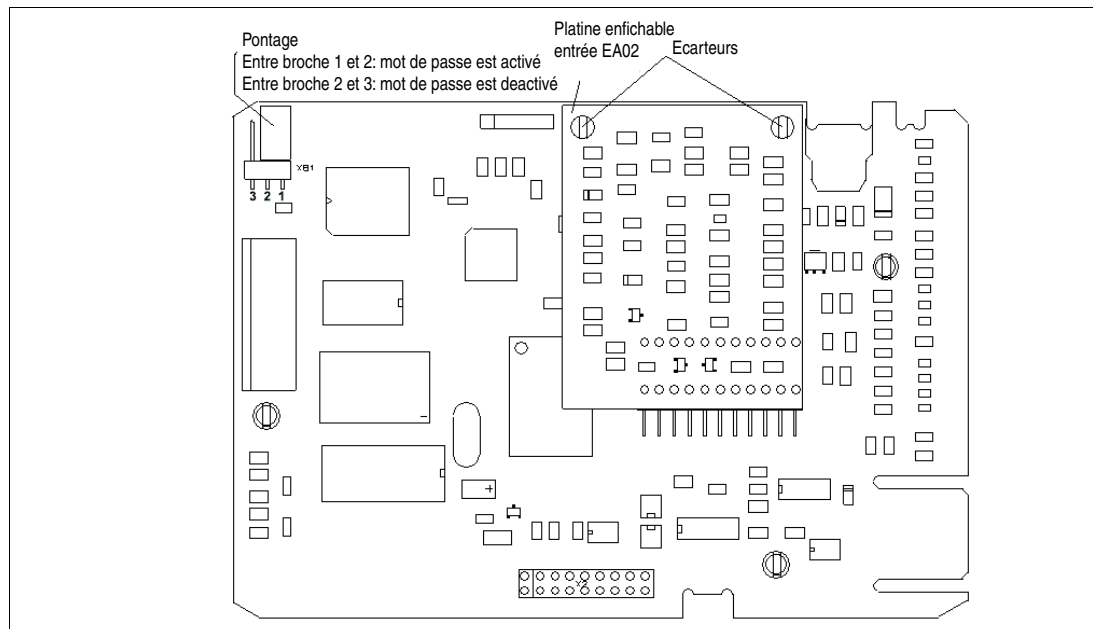

Fig. 6-12 Platine principale avec platine enfichable EA02
3. Déplacer le pontage (voir Fig. 6-12).